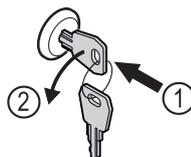

Fig. 162
- ▶ Uvucite ključ. Fig. 162 (1)
- ▶ Okrenite ključ za 90° nalijevo. Fig. 162 (2)